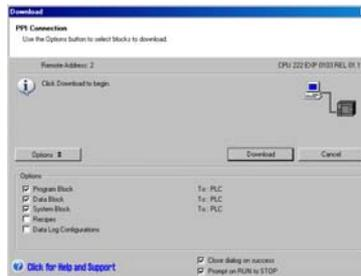

图2-11 下载程序
1. 您可以点击工具条中的下载图标或者在命令菜单中选择**File > Download**来下载程序。参见图2-11。